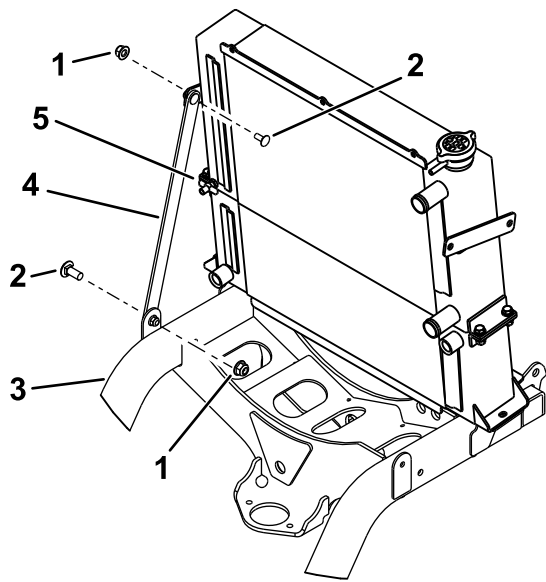

Figura 21
9. Retire el soporte existente del bastidor de la máquina y del radiador (Figura 21). Guarde las fijaciones.
10. Drene la mitad del refrigerante del motor del radiador usando la válvula situada en el lado derecho del radiador, como se muestra en la Figura 21.